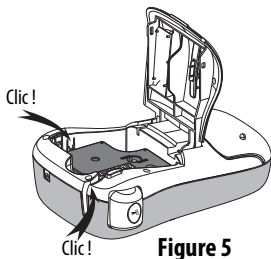

Figure 5
- 4 Appuyez fermement jusqu'à ce que vous entendiez un clic vous signalant que le ruban est en place. Voir Figure 5.